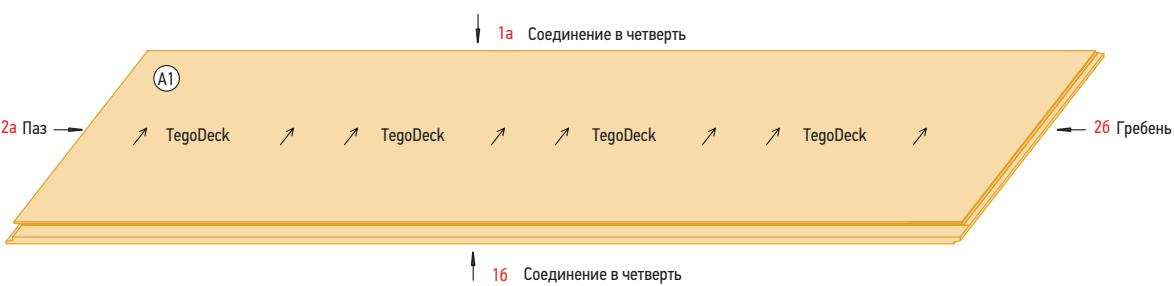

Рис. 2.17. Кровельная плита TegoDeck
- **Компенсировать возможное расширение.** Для компенсации объемного расширения, возникающего при изменении влажности, стандартные плиты ОСП-3/ФСФ следует устанавливать с зазором 3-4 мм, при использовании кровельных плит TegoDeck такой зазор уже предусмотрен в системе специального замкового соединения «в четверть» или «паз-гребень» (см. рис. 2.17).